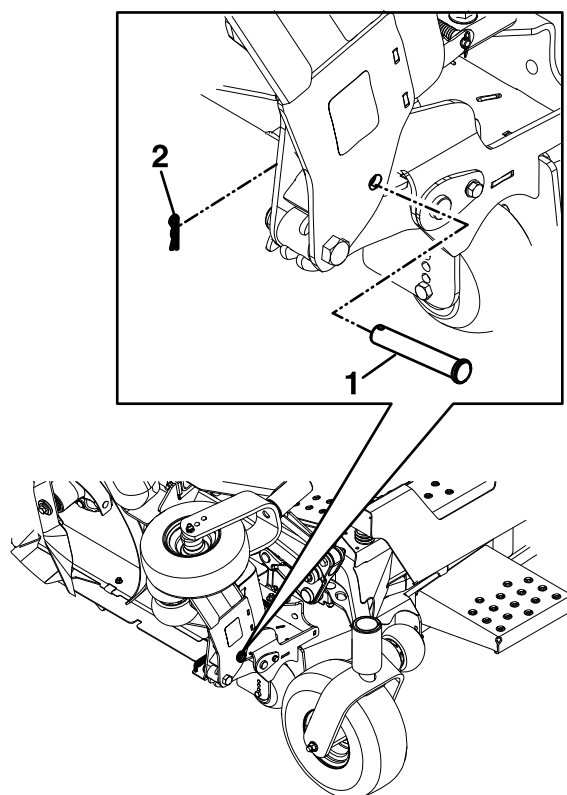

Figure 22
5. Retirez l'axe de chape et la goupille fendue de leur emplacement de rangement et bloquez chaque tablier latéral en position levée (Figure 22).